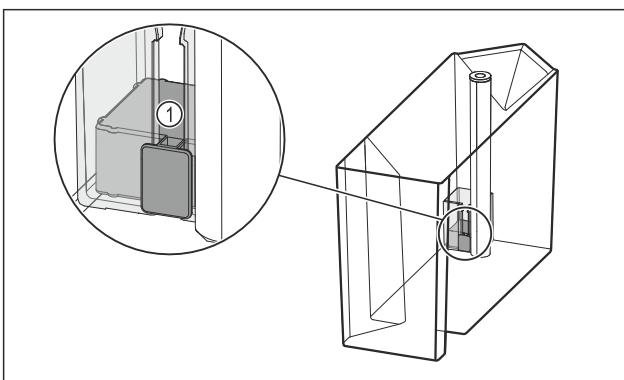

Fig. 98
- Vérifier que le flotteur Fig. 98 (1) n'est pas bloqué.